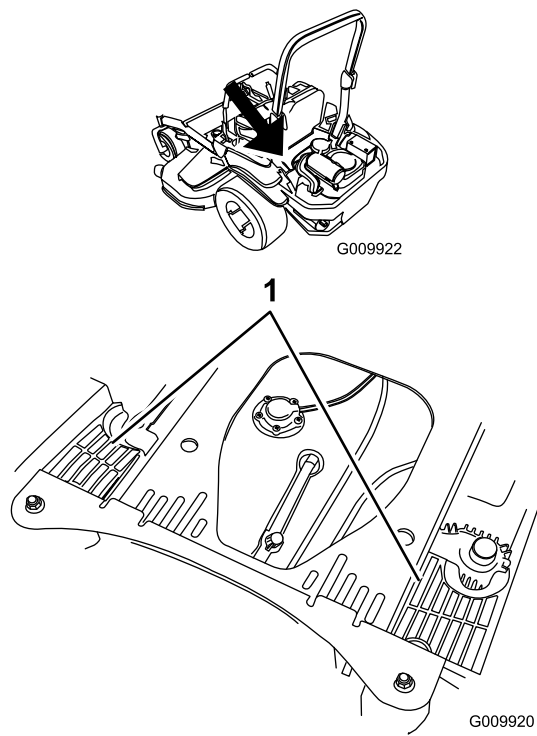

Figura 79
4. Limpie cualquier residuo o hierba de las cubiertas de la unidad hidráulica (Figura 79).